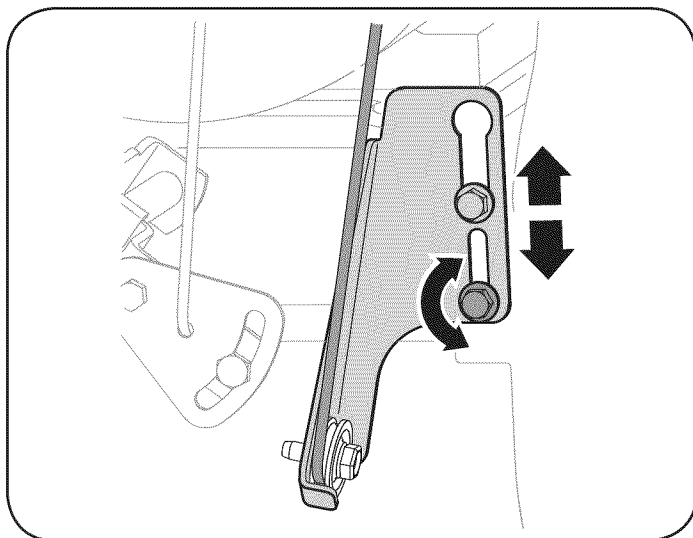

Figura 20
- b. Afloje la tuerca hexagonal inferior del soporte del cable de la transmisión. Vea la Figura 20.